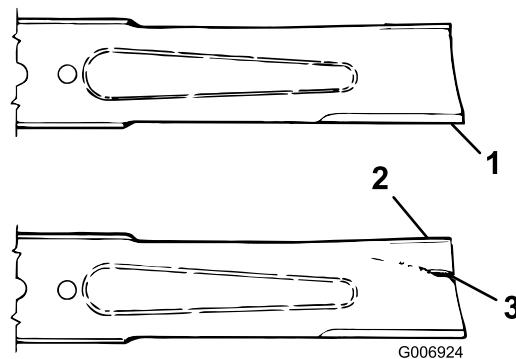

Figura 67
3. Examine cuidadosamente los extremos de corte de la cuchilla, sobre todo en el punto de reunión entre la parte plana y la parte curva de la cuchilla (Figura 67).
4. Si se aprecia desgaste (Figura 67), cambie la cuchilla; consulte Mantenimiento del plano de la cuchilla (página 60).
Si se permite que la cuchilla se desgaste, se formará una hendidura entre la vela y la parte plana de la cuchilla (Figura 67). Con el tiempo, una parte de la cuchilla puede desprenderse y ser arrojada desde debajo de la plataforma, por lo es posible que le provoque lesiones graves a usted o a otra persona.